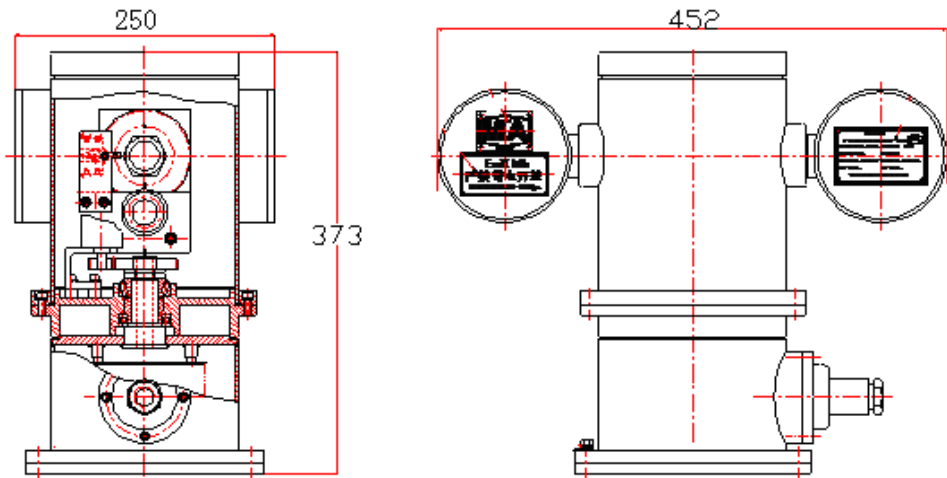

图3 外型尺寸
4.1 外型尺寸 (见图3): $452mm \times 373mm \times 250mm$ 。